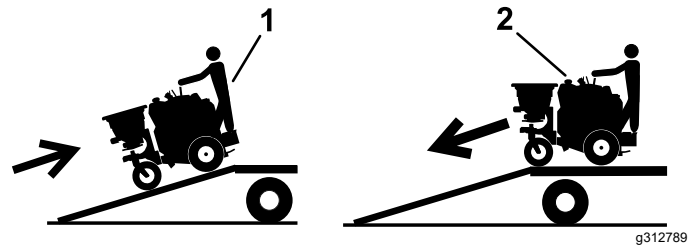

Figure 57
5. Montez la rampe en marche arrière (Figure 57).